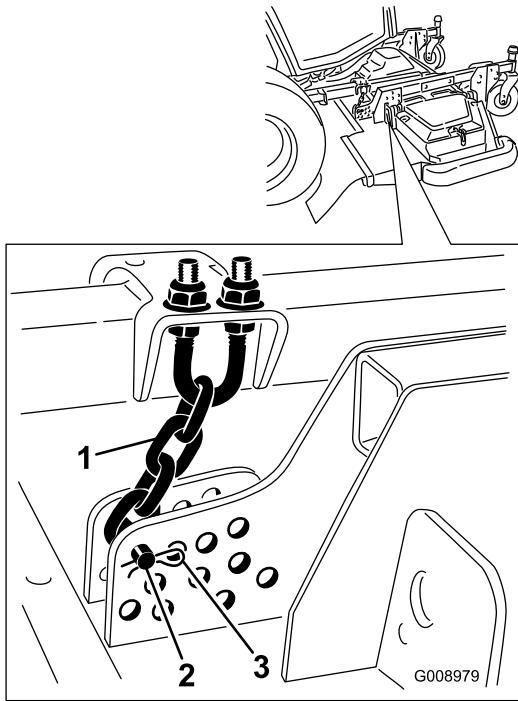

Figura 88
3. Retire el pasador de horquilla y el pasador que fijan las cadenas de ajuste de la altura de corte a la parte trasera de la unidad de corte (Figura 88).